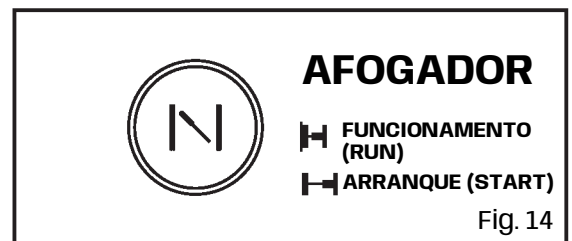

Fig. 14
- 3-1. Puxe a ALAVANCA do AFOGADOR (Fig. 14) na posição "START".
- 3-3. Quando o motor arrancar, empurre a ALAVANCA do AFOGADOR para a posição "RUN" (Funcionamento) (Fig. 14).
- 3-4. Quando o motor arrancar, empurre a ALAVANCA do AFOGADOR para a posição "RUN" (Funcionamento) (Fig. 14).